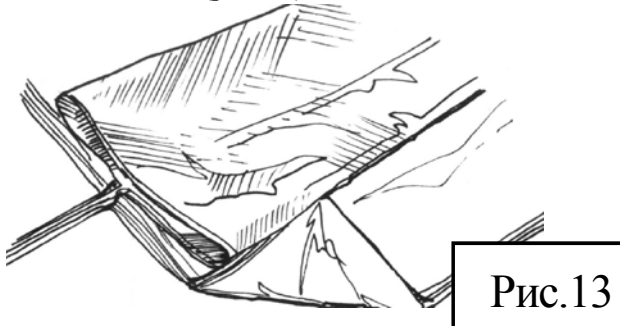
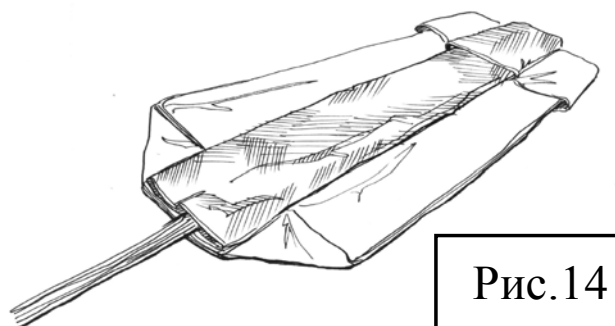

Рис.13
Рис.14
11. Загните угол нижней кромки под 45° сначала с одной стороны (рис.13), затем с другой (рис.14).